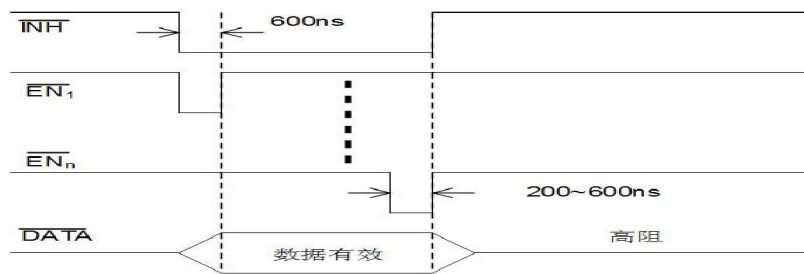

图4 施加“禁止”(\overline{INH})信号传输数据
6.2 施加“禁止(\overline{INH})”信号 见图4: